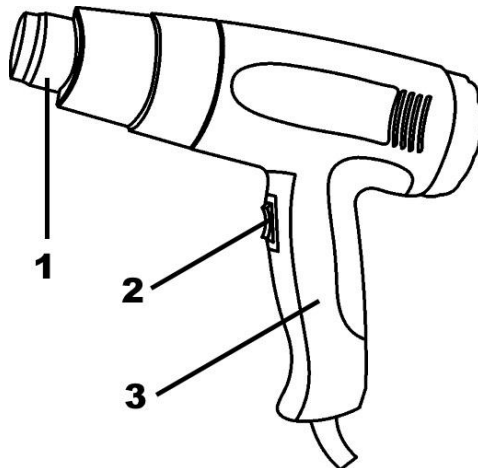

Рисунок 1
2.2.1 Конструкція виробу вміщена в корпус з термостійкого пластику і складається з наступних основних частин: нагрівального блоку в складі нагрівального елементу спірального типу в термоізолюючому кожуху з вихідним сталевим соплом нагрітого повітря (1); компресорного блоку в складі колекторного двигуна змінного струму з відцентровим повітряним компресором; перемикач/вимикач температурних режимів (2), – згідно рис. 1. Корпус обладнаний рукояткою (3) з торцевою опорою для міжопераційного зберігання або роботи соплом вверх. Електрична частина виробу складається з колекторного однофазного електродвигуна змінного струму, перемикача електричного струму, електронного блоку управління з регулятором температури, з'єднувальних проводів і мережевого шнура. Захист від ураження електричним струмом користувача у виробу відповідає класу II за ДСТУ EN 61140:2015.